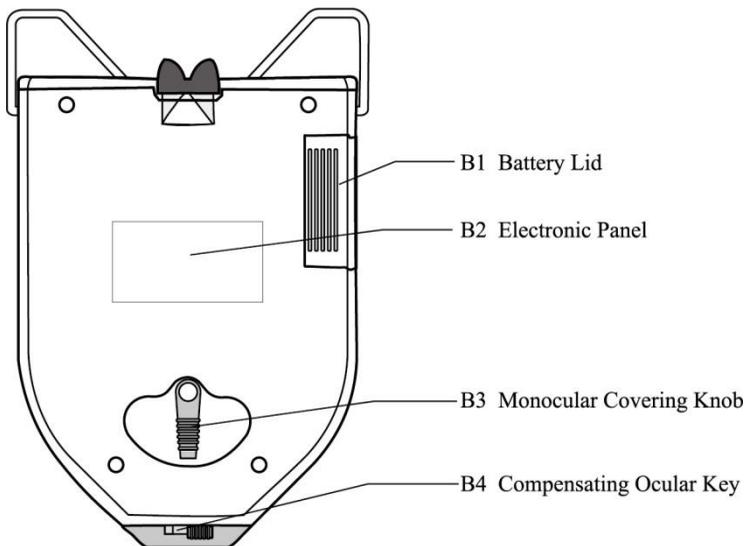

Abb. 3
a. Wenn Sie den linken oder rechten Pupillenabstand messen müssen, drehen Sie bitte den monokularen Abdeckknopf (wie in Abb. 3 Nr. 2 gezeigt), der das andere Auge vollständig abdecken kann (wie in Abb. 8a und 8b gezeigt).